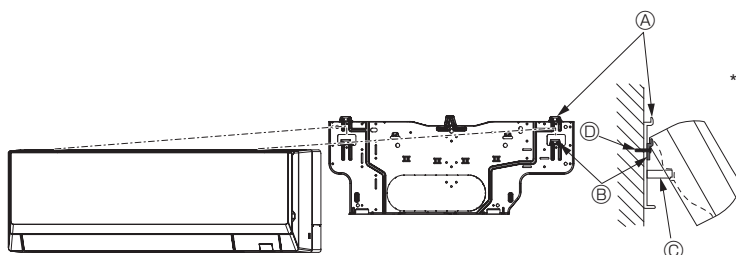

Fig. 3-12
- När inomhusenheten inte kan hängas och lyftas upp med den vanliga kroken (mättet i 2.1. ⓐ (mellanrummet mellan taket och enheten) är 75 mm eller mindre), ska enheten hängas på den nedre kroken för vänster rör. (Fig. 3-12)
(Fig. 3-12)